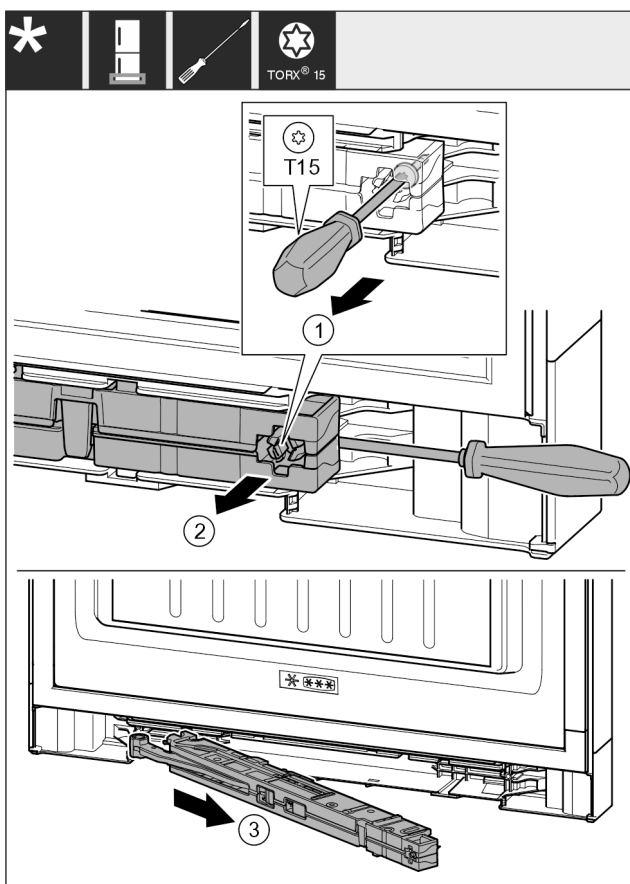

Fig. 17
- ▶ Skrutkovačom T15 uvoľnite skrutku na jednotke tlmíča uzatvárania cca 14 mm. Fig. 17 (1)
- ▶ Skrutkovač zasuňte na strane držiadla za jednotku tlmíča uzatvárania. Jednotku otočte dopredu. Fig. 17 (2)
- ▶ Jednotku vytiahnite. Fig. 17 (3)